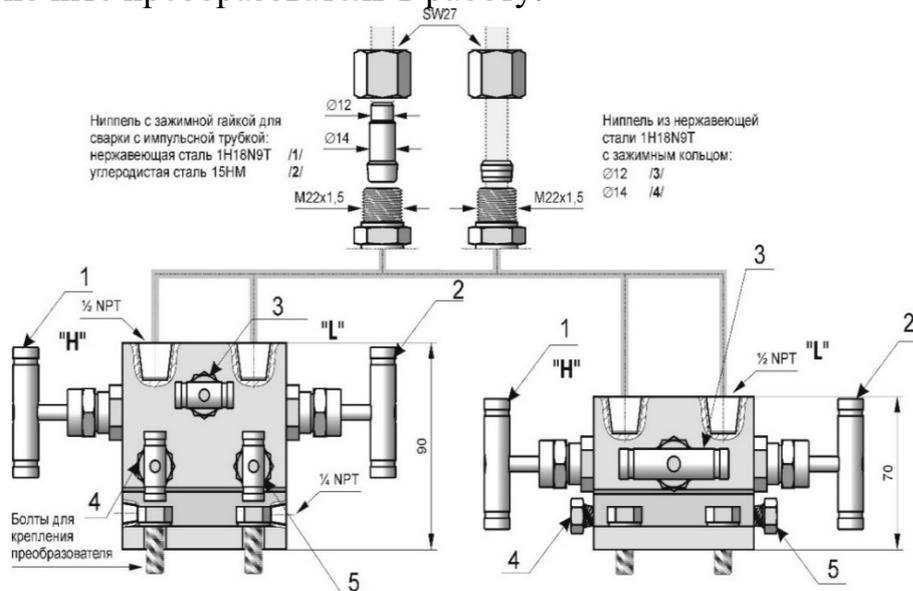

Рисунок 1 – Схема подключения вентиля VM-3 и VM-5
2.2.16.1.1 Включение в работу преобразователей с вентилями VM-3 и/или VM-5 (рисунок 1) производится следующим образом: